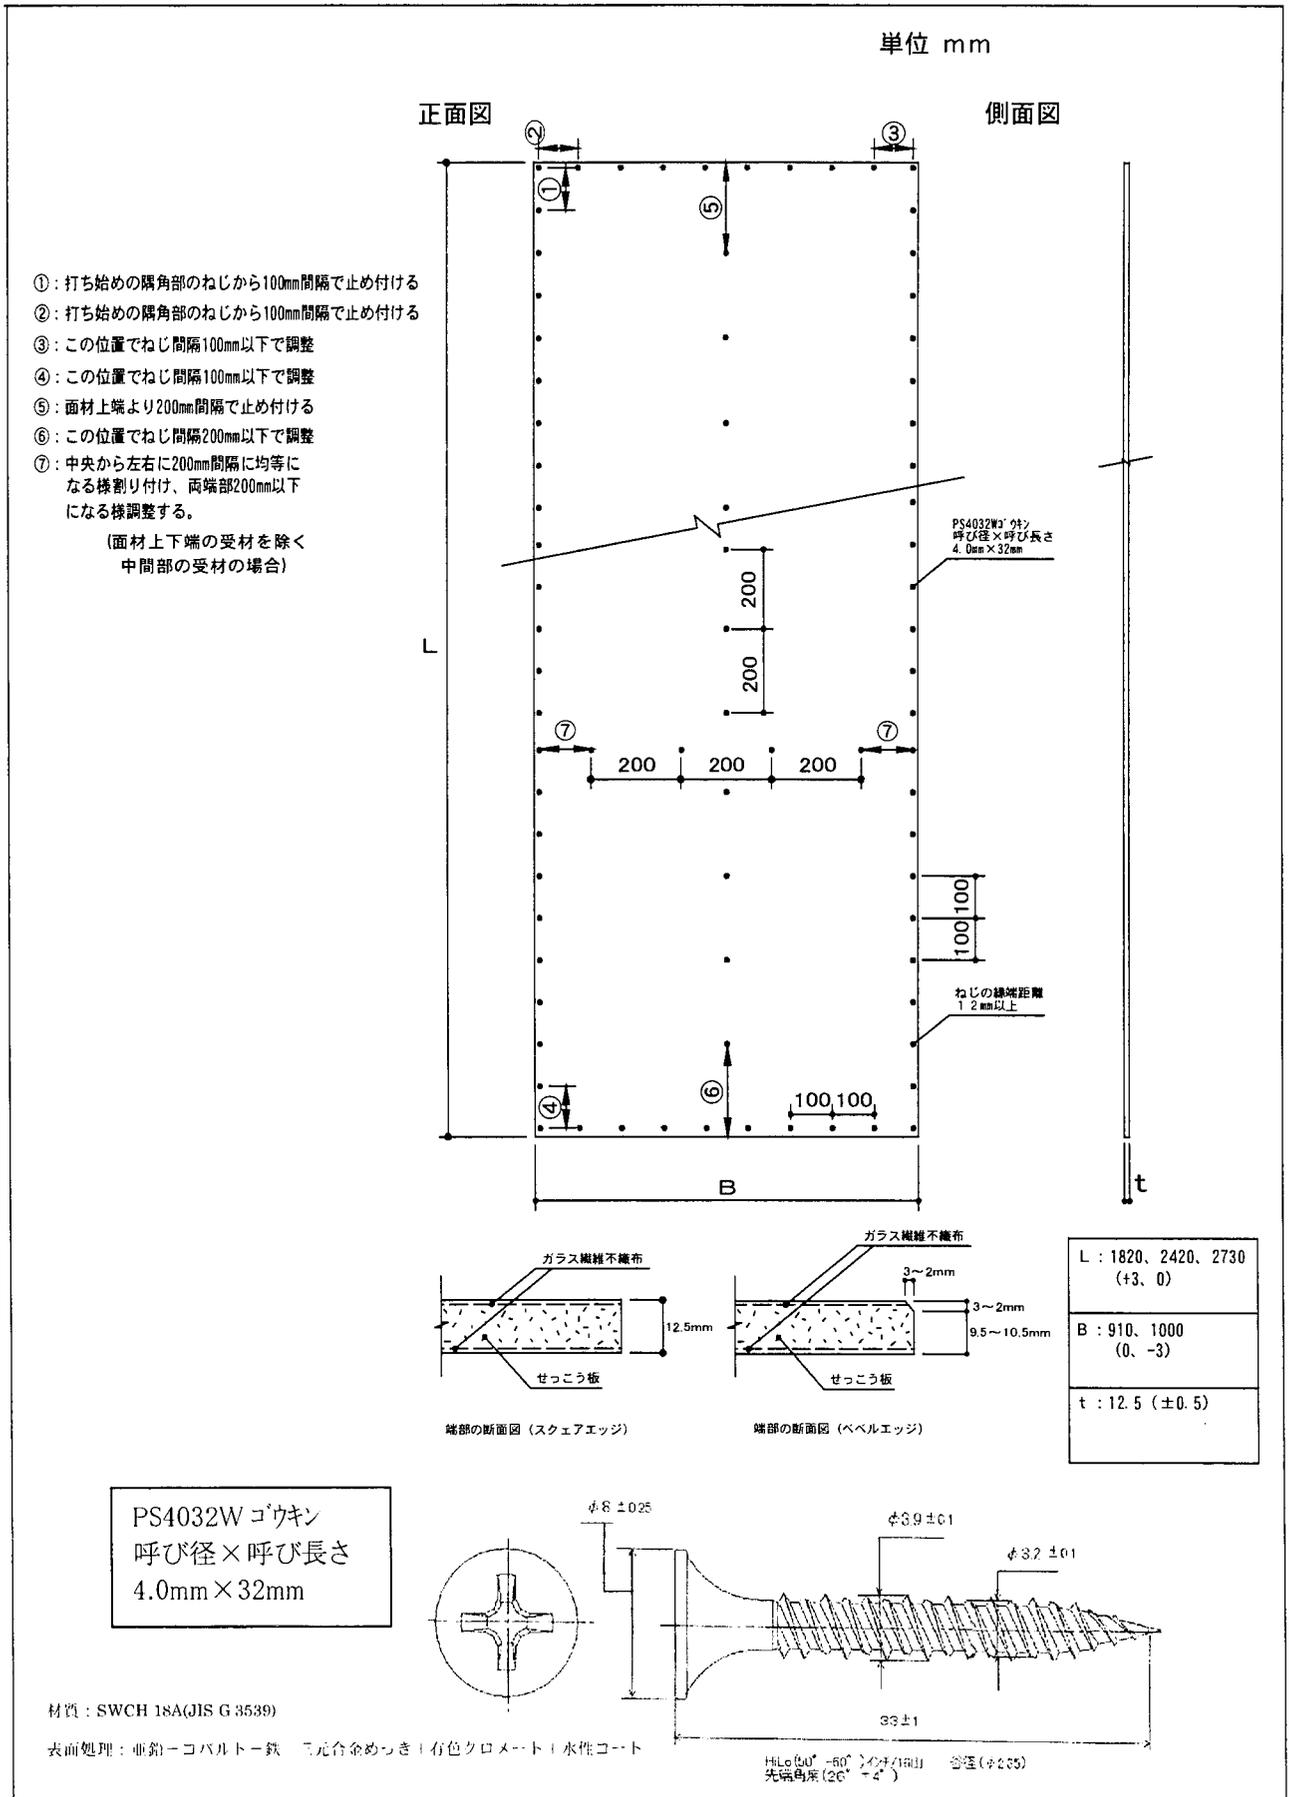

図1 構造説明
*3：PS4032Wゴウキンの仕様は図1による。
構造説明図及びPS4032Wゴウキンの仕様を図1に示す。